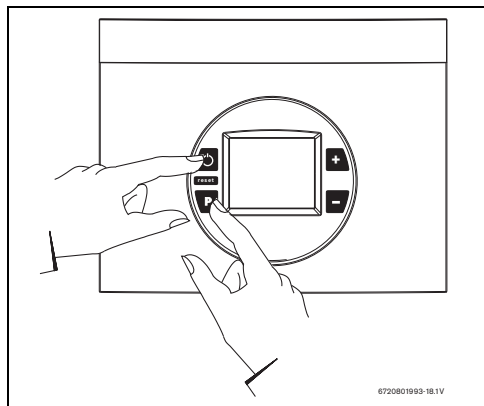

Fig. 50 Modalità regolazione gas
- ▶ Mantenere premuto il tasto "P" (Fig. 50), e premere l'interruttore principale ON/OFF per accendere l'apparecchio (Fig. 50).